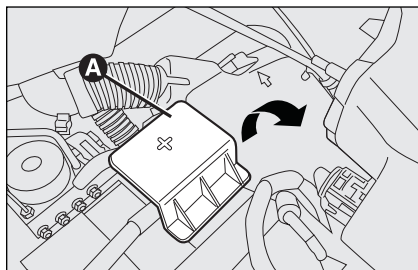

fig. 47
- ☐ trek de beschermkap **A**-fig. 47 op de pluspool van de accu omhoog en verwijder de kap;